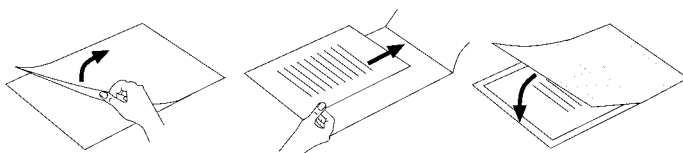

Bild 2
- Var noga med att bara använda en plastficka åt gången när du laminerar. Vik ut den först, så som visas t ex på bild 2.